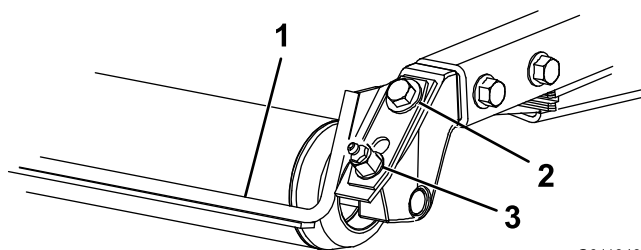

Рисунок 8
1. Ослабьте затяжку масленки для консистентной смазки и крепежный винт (Рисунок 8).